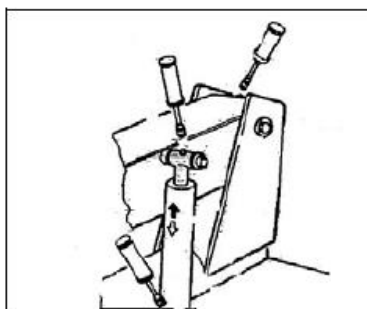
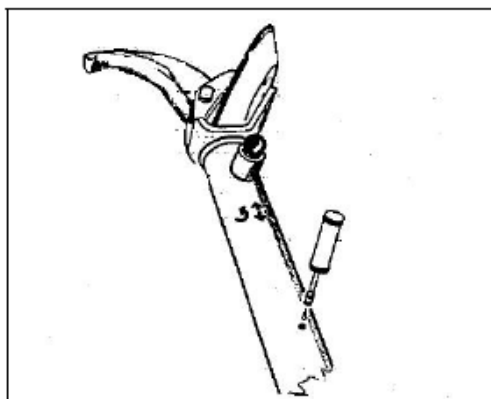

Рис. 8.1
Рис. 8.2
- 2) Периодически смазывать подъемный цилиндр кронштейна кулачкового зажима и шарниры. Заправить смазку через предусмотренные конструкцией масленки (см. рис. 8.1). Использовать стандартную смазку. Смазать цилиндр монтажной лапы (см. рис. 8.2).